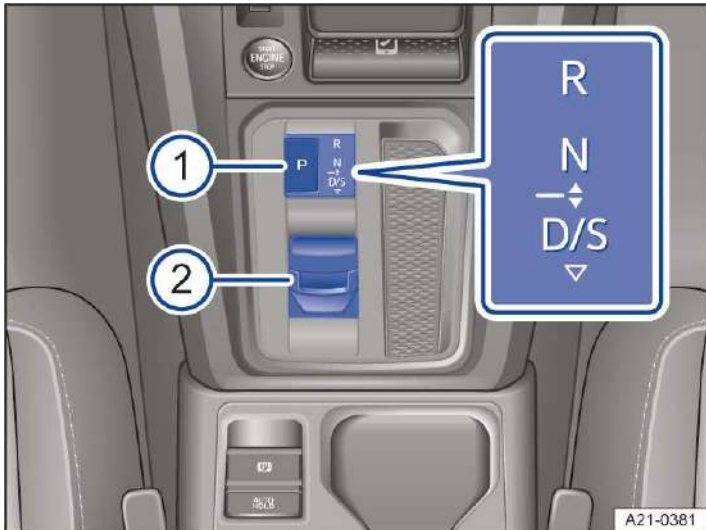

Abb. 1 In der Mittelkonsole: Wählhebel des Doppelkupplungsgetriebes DSG mit Taste für die Parksperre.
Im Display des Kombi-Instruments und im unteren Teil der Mittelkonsole → *Abb. 1* wird bei eingeschalteter Zündung die ausgewählte Fahrstufe angezeigt.
1. Taste **P** drücken → *Abb. 1* ①.